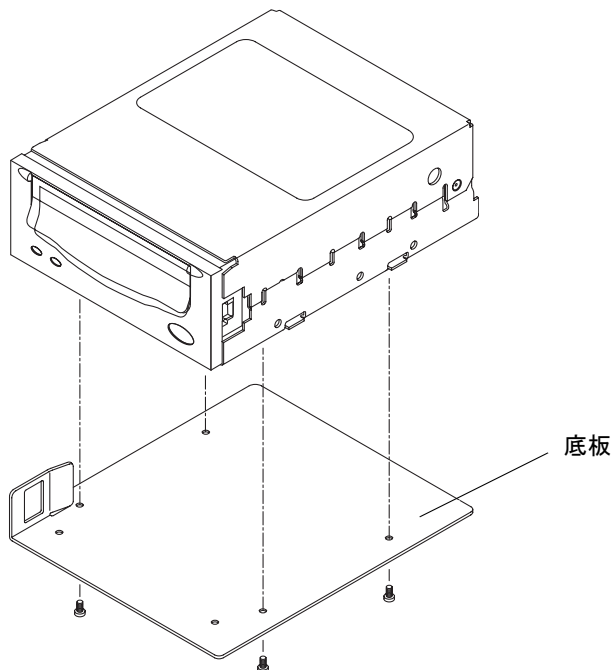

図 6-11 テープドライブの底板の取り外しまたは取り付け
7. 取り外したドライブに底板を固定している 4 本のねじを取り外します。底板を取り外します (図 6-11)。
8. 新しいテープドライブに底板を取り付けます。ドライブに付属の 4 本の皿頭ねじを使用します (図 6-11)。
- テープドライブのフィラーパネルの底板をテープドライブに配置します。テープドライブに底板を取り付けます。ドライブに付属の 4 本の皿頭ねじを使用します (図 6-11)。